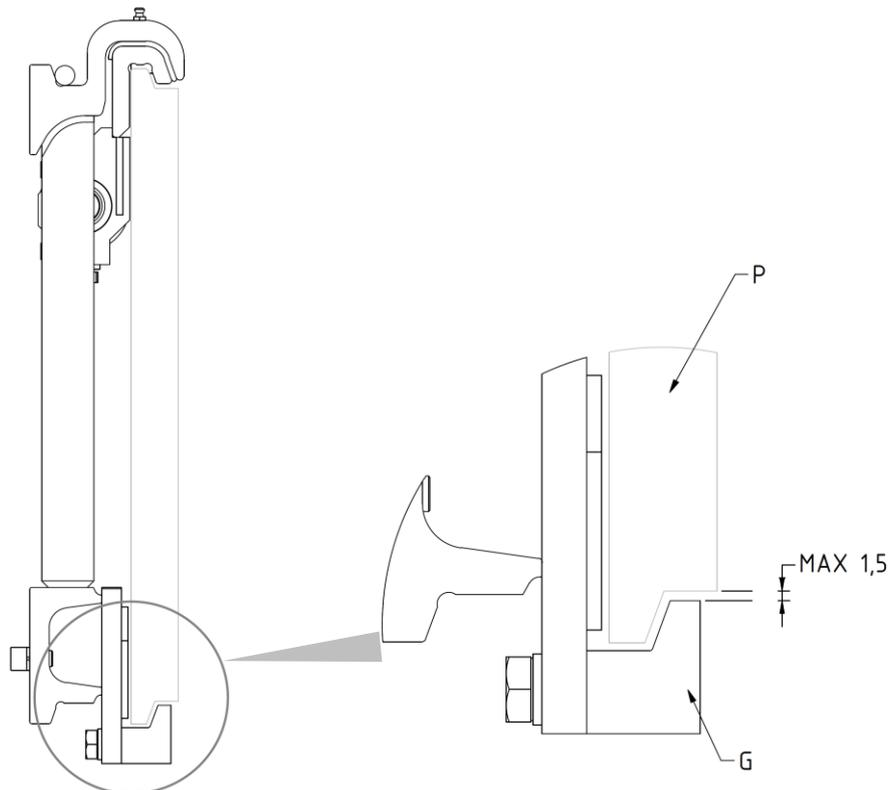
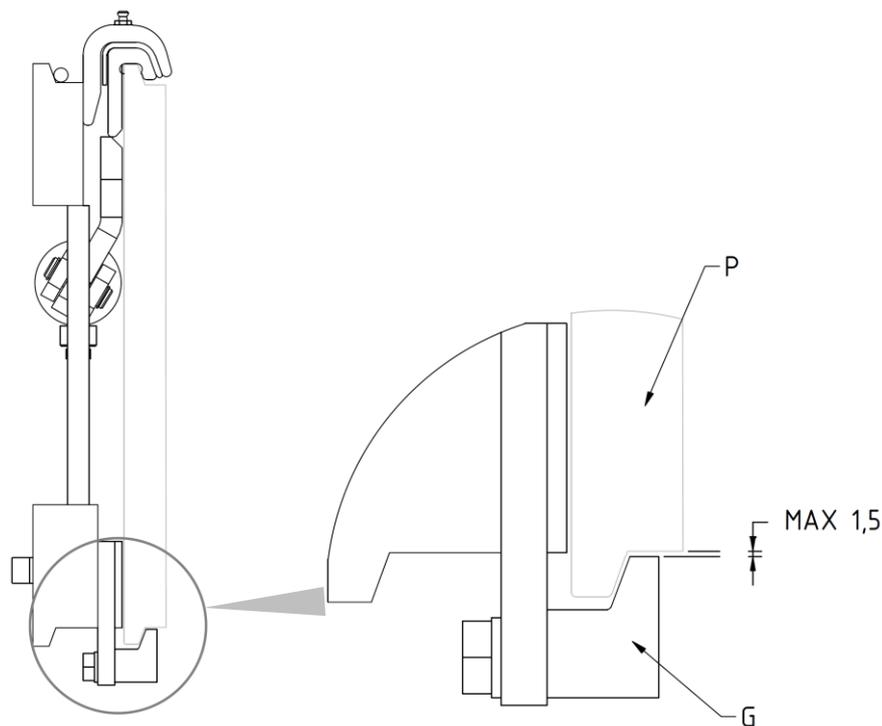

Figure 10
Figure 15
8. Revisser les 2 crochets inférieurs **G** de manière à ce que le corps de ces derniers reste accroché aussi en bas du tablier porte-fourches **P** (avec un jeu max. de 1,5 mm, voir détail *Figure 10*), en serrant avec le couple de serrage indiqué dans le *Tableau 4*.
9. Revisser les 2 crochets inférieurs **G** de manière à ce que le corps de ces derniers reste accroché aussi en bas du tablier porte-fourches **P** (avec un jeu max. de 1,5 mm, voir détail *Figure 15*), en serrant avec le couple de serrage indiqué dans le *Tableau 5*.
3. Contrôler le jeu entre la partie inférieure du tablier porte-fourches et les crochets inférieurs de l'équipement, en vérifiant qu'il corresponde aux indications du *Figure 6* (p.11), dans la *Figure 10* (p.14) et dans la *Figure 15* (p. 17) et, éventuellement, intervenir sur le serrage des vis qui les soutiennent.